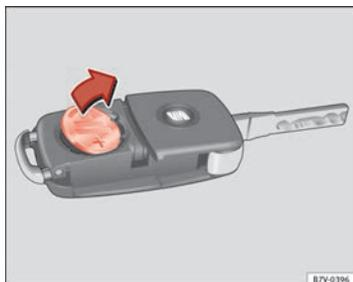

Fig. 16 Chiave del veicolo: togliere la batteria
- Estrarre la batteria dal vano con un oggetto fino adatto ⇒ fig. 16.
- Posizionare la batteria nuova nel vano, premendola come indicato ⇒ fig. 16, in senso contrario alla freccia ⇒ ②.